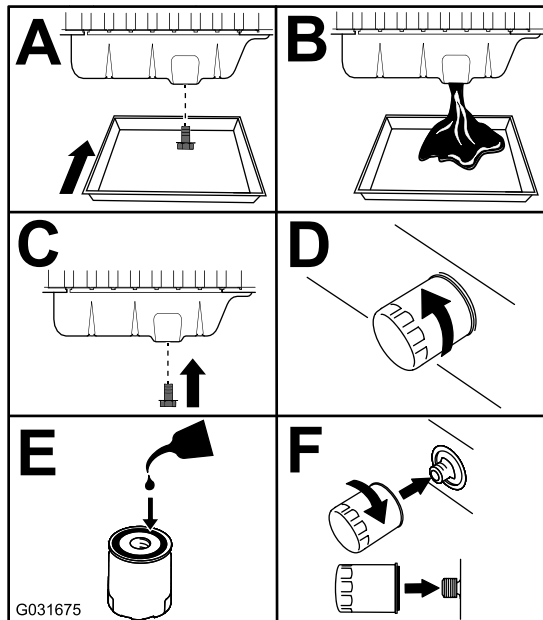

Bild 75
3. Tauschen Sie das Motoröl und den Motorölfilter aus (Bild 75).